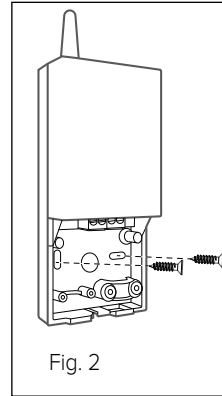

Fig. 2
- Fijar la base del repetidor a la pared en el punto elegido, utilizando los tarugos y tornillos suministrados en el kit (Fig. 2).